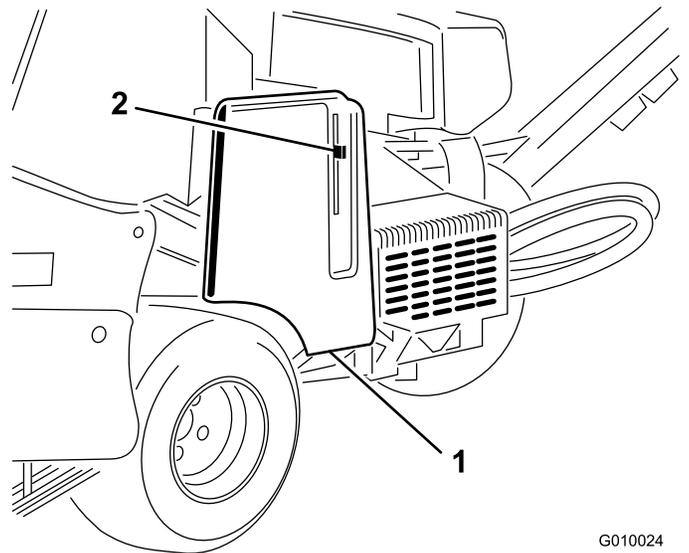

Bild 8
1. Ermitteln Sie das Loch in der Riemenabdeckung neben der Hebelklinke (Bild 8 und Bild 9).